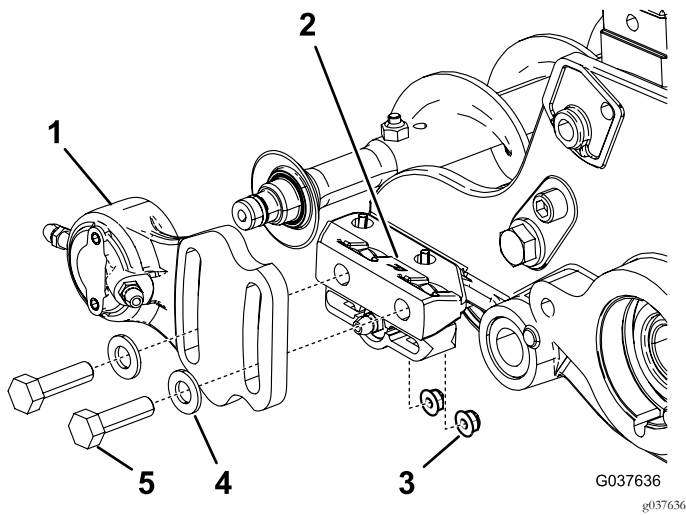

Bild 16
1. Wenn eine Rollenbürste an der Schneideinheit montiert ist, entfernen Sie die zwei Schrauben, Scheiben und Muttern, mit denen das nicht angetriebene Lagergehäuse an der Befestigungshalterung des Lagergehäuses befestigt ist (Bild 16).